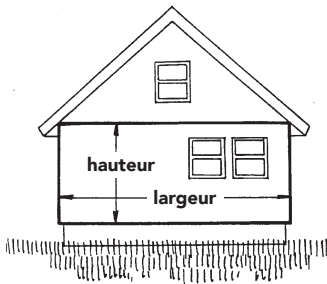

Figure 9. Aire des murs
- Pour calculer la superficie du parement, mesurer la hauteur et la largeur de la maison, fenêtres comprises (Figure 9).